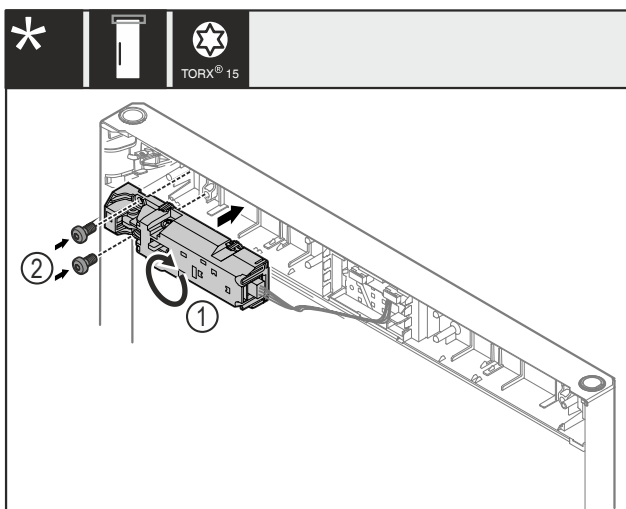

Fig. 23
- ▶ Поверните замок дистанционного открытия Fig. 23 (1) на 180° и смонтируйте на противоположной стороне.
- ▶ Закрепите замок дистанционного открытия Fig. 23 (1) при помощи винтов Fig. 23 (2).